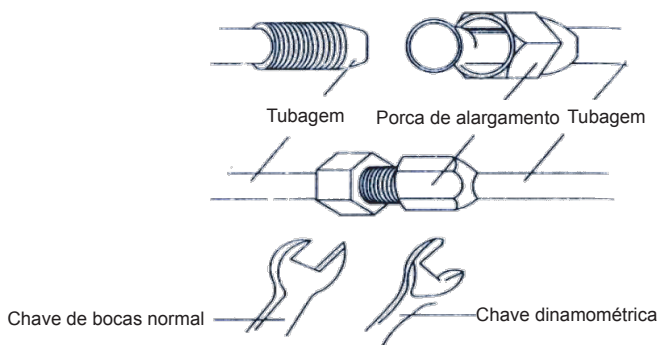

Fig. 18
b. Após tal, aperte o parafuso com a chave dinamométrica até ouvir um clique (como mostrado na Fig. 18).